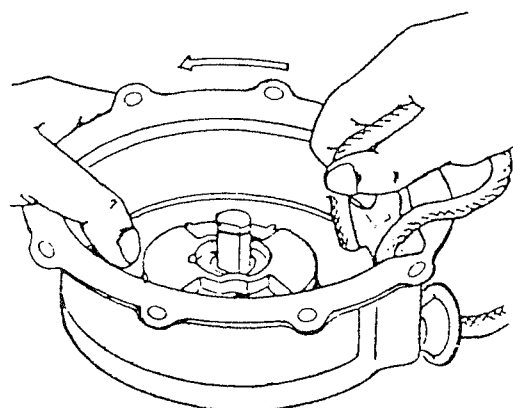

Fig 10-6
- (3) スタータケースにリールを挿入する前に Fig 10-6 の矢印の方向にスタートループをリールに巻き、2.5 巻目をリールの切欠き部から出し、スタータケースのゼンマイフック部にゼンマイの内端部を合わせながらリールをスタータケース内に確実に組込んで下さい。(この時ゼンマイがフック部に引掛った事を確認して下さい。もし引掛っていない場合は空回りしますのでもう一度やり直して下さい。)
次に Fig 10-6 の様にスタートループを持って矢印の方向にリールを4回巻いて下さい。巻き終わったら逆転しない様にしっかりとリールを押え、始動ノブを引き巻き込みに利用したスタートループをスタータケースの外に引出し、ゆっくりと始動ノブを戻して下さい。